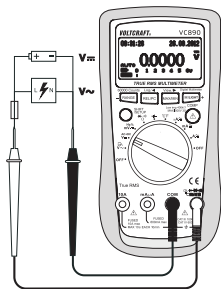

Fig. 2
2. Insérez le cordon de mesure rouge dans la douille de mesure  $\text{^{\circ}CHzV}\Omega$  (7), le cordon de mesure noir dans la douille de mesure COM (8) (Fig. 2).